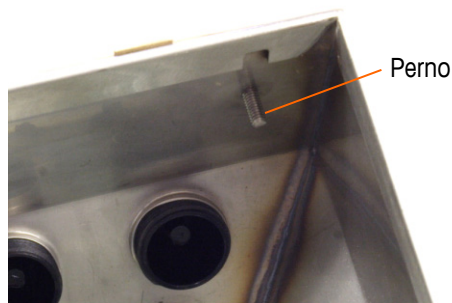

Figura 2-10: Perno para fijar el panel frontal invertido
4. Gire con cuidado 180 grados la parte posterior de la caja y vuelva a conectar las dos cintas de conexión a tierra en los dos pernos cerca de los manguitos de sujeción mediante las dos tuercas retiradas en el paso anterior. La Figura 2-10 muestra uno de los pernos. Apriete las dos tuercas.